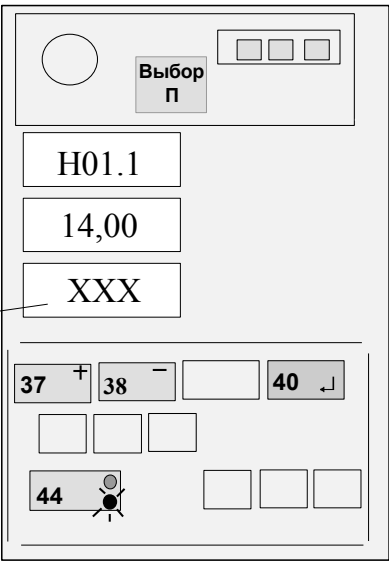

Рисунок 12
4.4.6.3 Нажать на время 1 с кнопку "┘" (40) и, проконтролировав короткий звуковой сигнал, отпустить кнопку (см. рисунок 12).